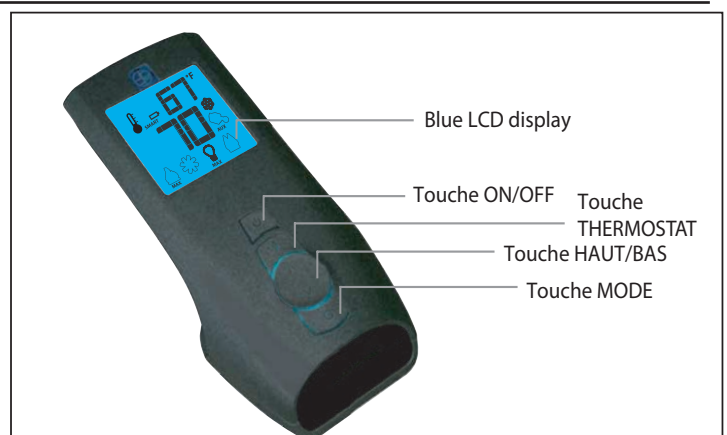

Figure 4: Transmetteur Proflame 2
L'émetteur Proflame 2 est une télécommande noire avec un écran LCD rétroéclairé bleu. Il utilise une conception simplifiée avec une disposition simple des boutons et un affichage LCD informatif (Figure 5). L'émetteur est alimenté par trois (3) piles de type AAA. Une touche Mode est fournie pour indexer entre les fonctions et une touche Thermostat est utilisée pour allumer/éteindre ou indexer les fonctions du thermostat (Figure 4 et 5)